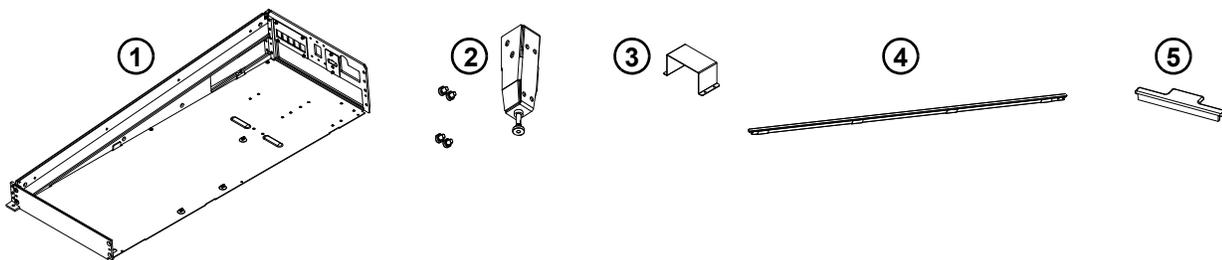

Figura 10. Componentes del kit de chasis (no se muestran los conjuntos de cables)
- 3 Identifica cada componente (consulta Figura 10), y después fíjate en si los chasis son grandes o pequeños. Algunos pasos en este proceso de montaje varían según la profundidad (grande o pequeña) de tu chasis, como se indica en estas instrucciones.